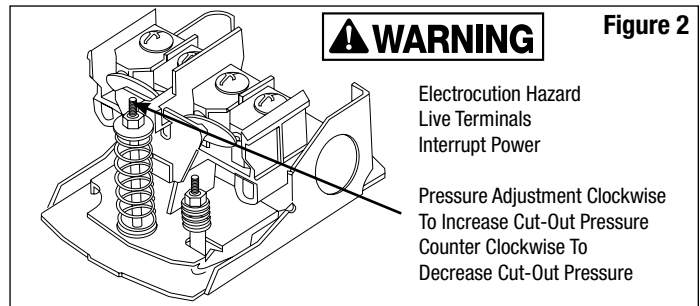

Figure 2
3. If there is a momentary pause in the water flow from the time the PROFLO is emptied and the pump starts, adjust pump cut-in setting clockwise slightly (see figure 2).
3. S'il y a une pause momentanée dans l'écoulement de l'eau à partir du moment où PROFLO est vide et la pompe a démarré, ajustez la pompe dans le sens horaire légèrement (voir figure 2).